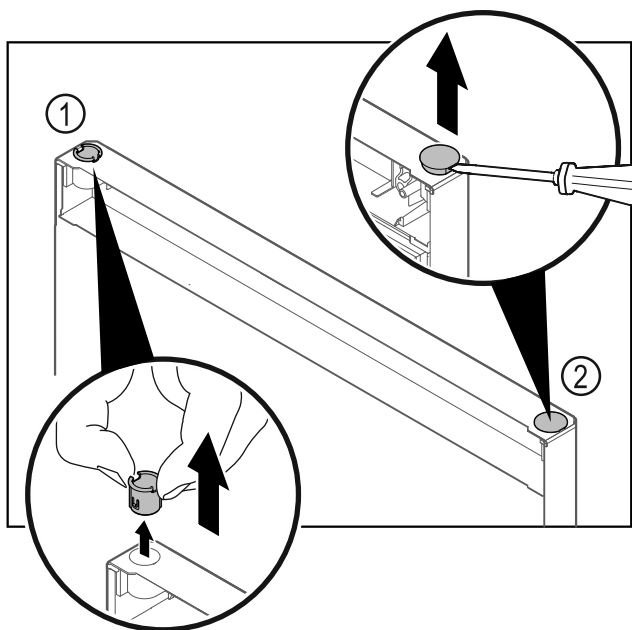

Fig. 25
- Retirer la bague Fig. 25 (1) avec les doigts.
- Soulever délicatement le bouchon Fig. 25 (2) avec un tournevis plat et le retirer.